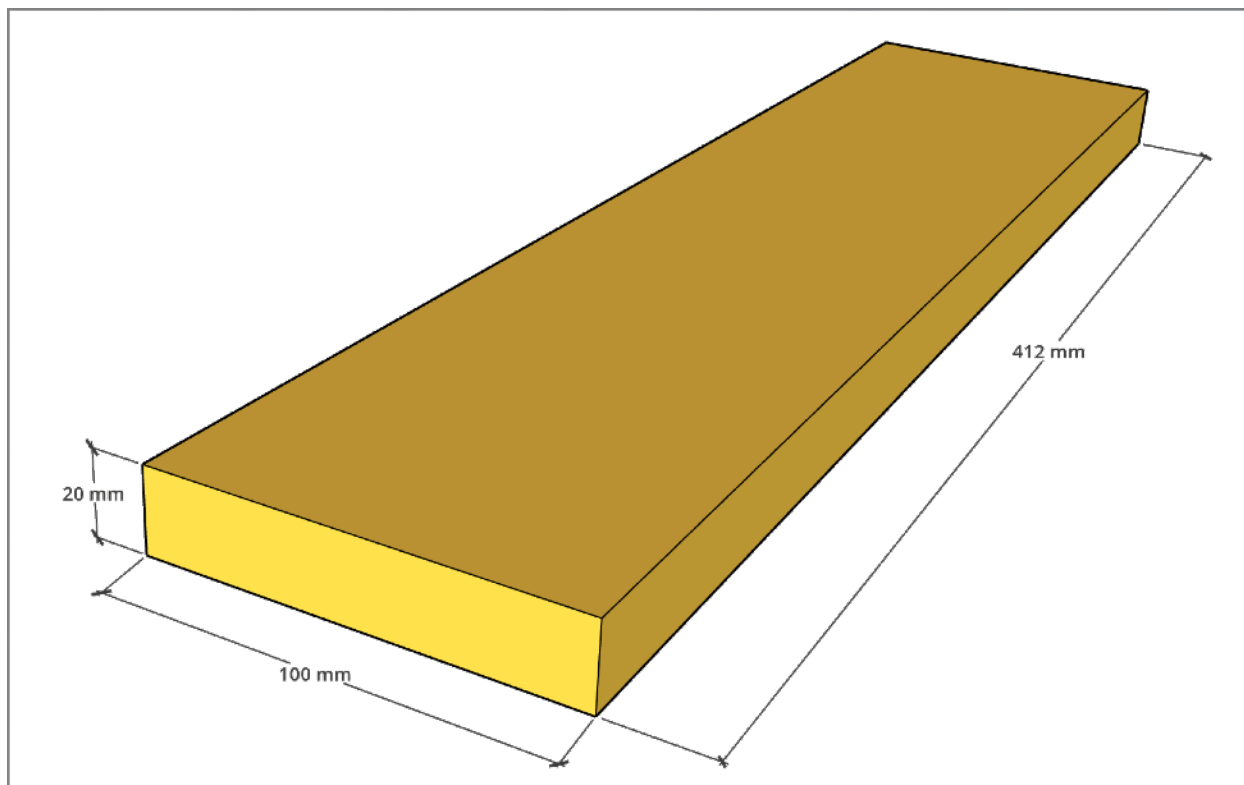

Figur 37
- Limma fast nätet och använd de små träremorna som klämmor. Eventuellt kan du häfta remorna med en pukpistol eller små nubb. (Se figur 37 för färdig innerdörr med fastsatt nät.)